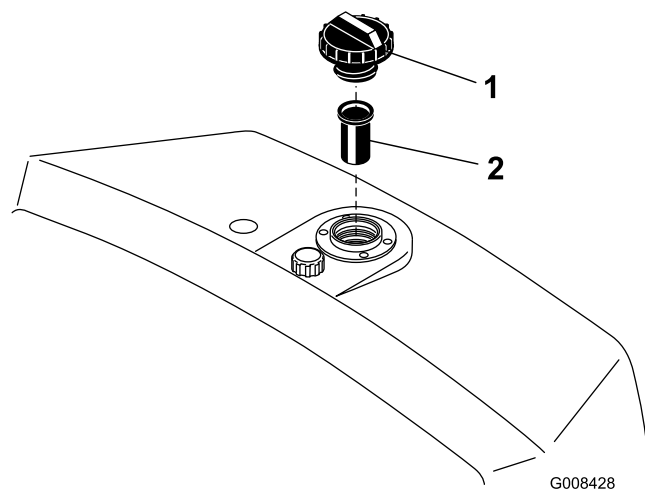

図 27
2. タンクからキャップを外して油量を点検する。補給口の首の根元部分まであれば適正である (図 27)。